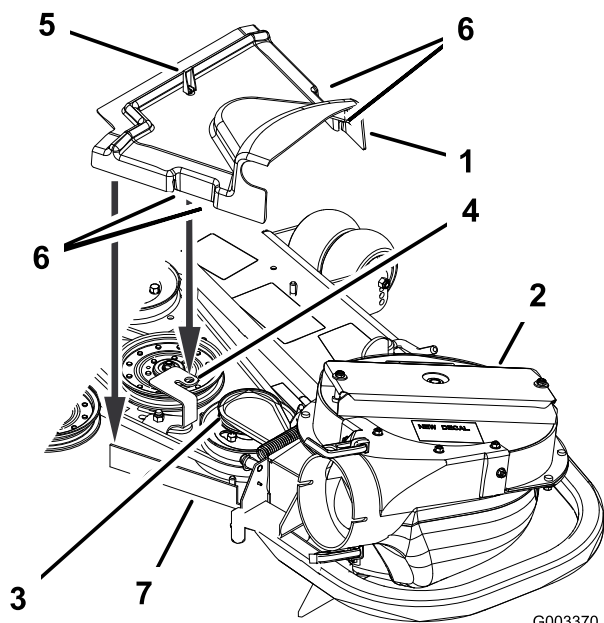

Figure 27
2. Montez le couvercle de la nouvelle courroie de sorte que les crans situés de chaque côté passent sur les supports du couvercle, et fixez avec le verrou (Figure 27).